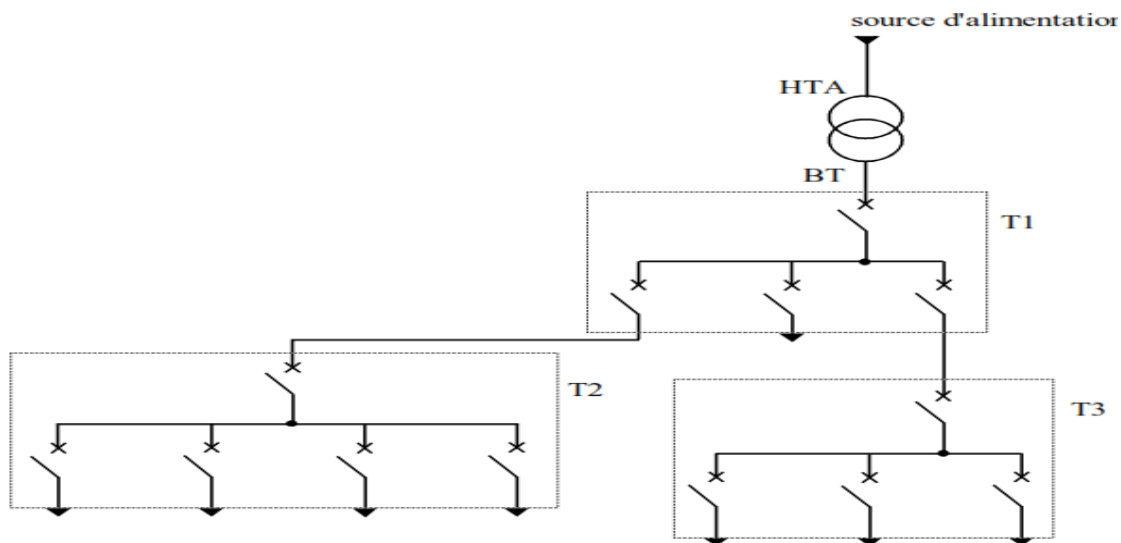

Figure 6 : alimentation des tableaux BT avec une seule source d'alimentation
■ l'alimentation des tableaux BT avec une seule source d'alimentation (voir fig. 6)